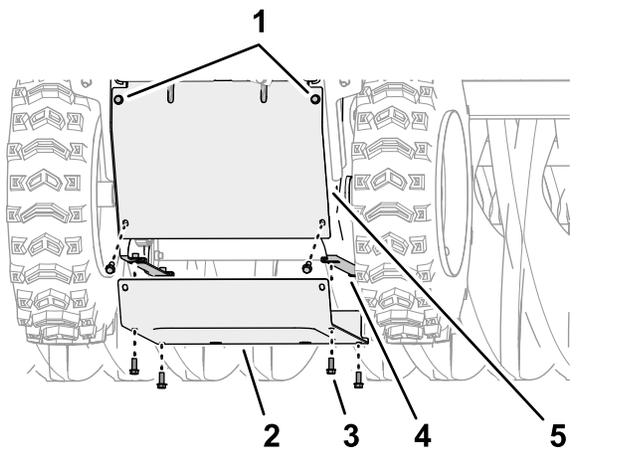

Bild 47
5. Lösen Sie auf der Rückseite der Maschine die beiden oberen Bundkopfschrauben ($\frac{1}{4}$ " x $\frac{5}{8}$ "), mit denen die hintere Abdeckung an der Maschine befestigt ist (**Bild 47**).
6. Entfernen Sie die sechs Bundkopfschrauben ($\frac{1}{4}$ " x $\frac{5}{8}$ "), mit der die untere Abdeckung an der Maschine befestigt ist, und nehmen Sie die Abdeckung ab (**Bild 47**).